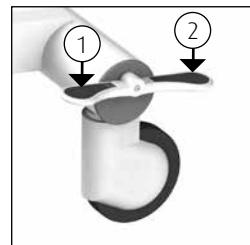

Figure 3 Frein semi-central et blocage directionnel.
- La pédale semi-centrale d'actionnement des freins est située des côtés tête et pied de chaque côté du brancard (*Cf. figure 3*).
- Pour actionner le frein du brancard Marina, abaissez du pied la pédale intérieure située à la tête et au pied du brancard (1).
- Pour actionner le blocage directionnel des roues, abaissez du pied la pédale extérieure située à la tête du brancard (2).